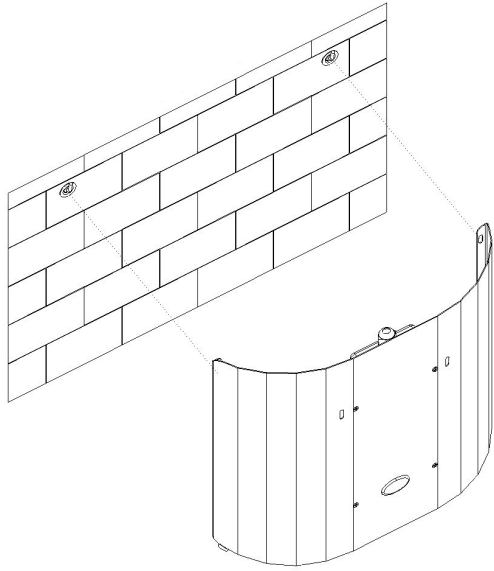
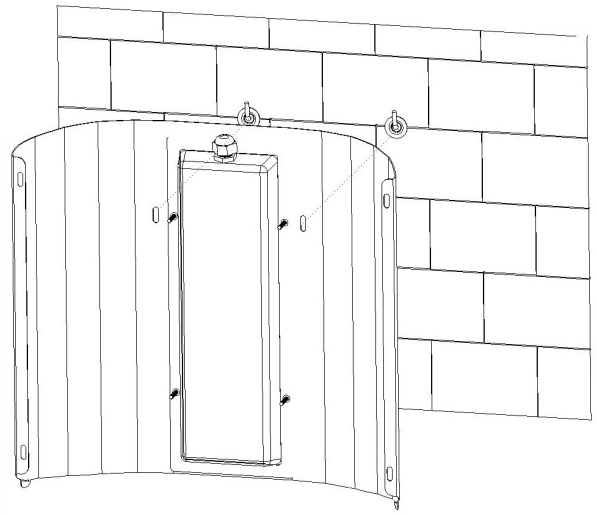

Fig. 1
Fig. 2
L'art.700 può essere installato a muro in due posizioni, cioè con le lampade e i pannelli collanti girati verso il muro o verso l'esterno (Fig.1 e 2). Nel primo caso non si vedranno gli insetti appiccicati al pannello collante, ma le lampade avranno un raggio d'azione minore; nel secondo caso si avrà il massimo raggio d'azione delle lampade, ma si vedranno gli insetti appiccicati al pannello collante. Si consiglia l'installazione a muro con le lampade verso l'interno in locali aperti al pubblico o comunque nel caso in cui prevalgano considerazioni estetiche. In altri casi, conviene installare il prodotto a soffitto o a muro con le lampade girate verso l'esterno per avere il massimo raggio di copertura.
- Art.700: decidete se montare l'apparecchio come in Fig.1 o come in Fig.2 in base alle considerazioni sopra esposte.
Appendete l'apparecchio introducendo i ganci dei tasselli nelle apposite asole, come mostrato in Fig.1 e 2.